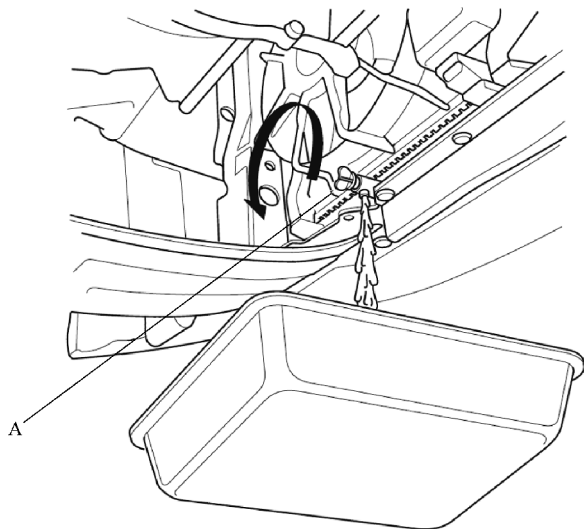

图 21-3 排放发动机冷却液
- 3) 如图 21-3 所示，松开散热器放水开关 A 并排空发动机冷却液。